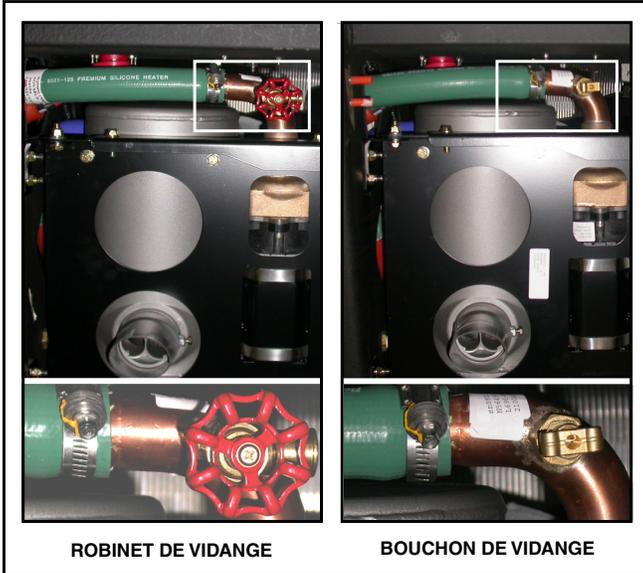
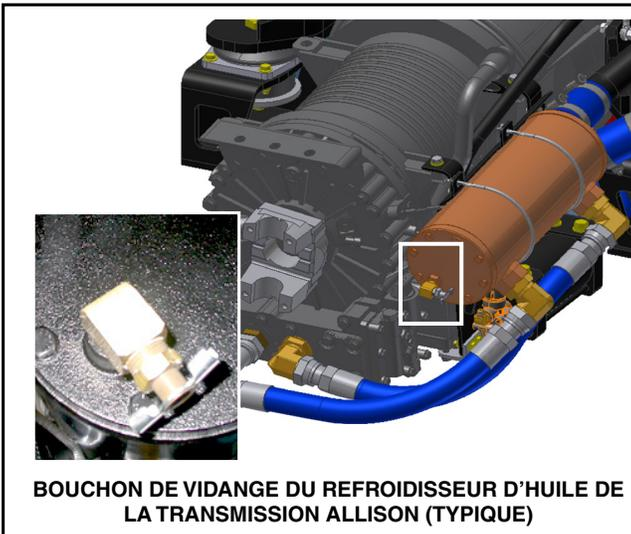

Figure 8 - Point de drainage du réchauffeur auxiliaire (optionnel) - vue du dessous
Figure 10 - Points de vidange de la transmission
- a. Si équipé d'un réchauffeur auxiliaire, ouvrir le robinet de vidange ou retirer le bouchon de vidange du tuyau du réchauffeur auxiliaire, selon l'option. Voir Figure 8.
- c. - Si équipé d'une transmission Allison, enlever le bouchon de vidange du refroidisseur d'huile de la transmission. Voir Figure 10.
- Si équipé d'une transmission ZF ou Voith, enlever le bouchon de vidange sur le tuyau de sortie de la transmission. Voir Figure 10.
- Le robinet/bouchon de vidange du réchauffeur auxiliaire (optionnel), le bouchon de vidange de la pompe recirculatrice et le bouchon de vidange de la transmission doivent être fermés. Voir Figure 8 à Figure 10.